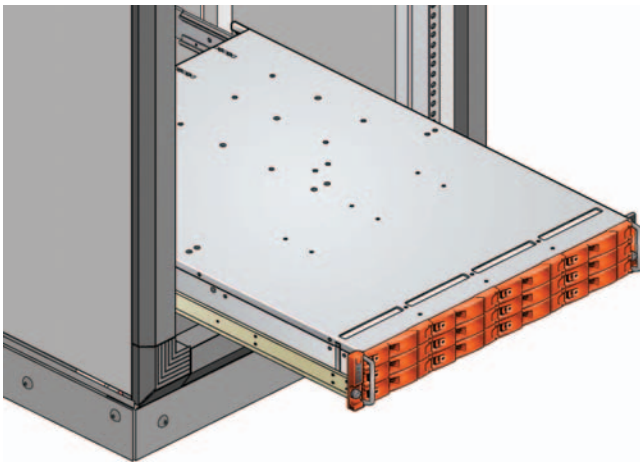

Figura 4: Montagem do sistema num bastidor
5. Monte a estrutura no bastidor da seguinte forma (consulte a Figura 4):